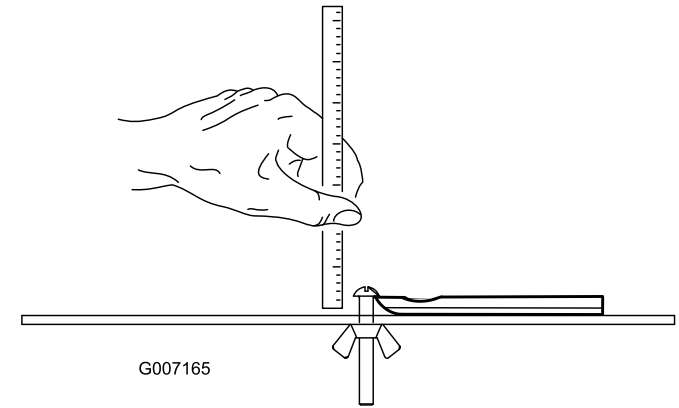

图25
**注意：** 请参看底刀底部，了解所有底刀使用极限衡量参数（图25）